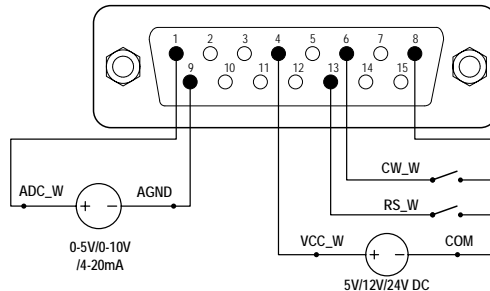
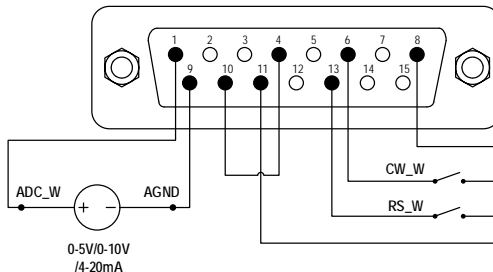

Abbildung 9. DB15-Verkabelung mit externer Stromquelle
Abbildung 10. DB15-Verkabelung mit interner 12V DC-Stromquelle
- 1) Schalten Sie die Pumpe aus. Verdrahten Sie den DB15-Stecker wie in Abbildung 9 oder Abbildung 10. Schließen Sie ihn an den DB15-Anschluss auf der Rückseite der Pumpe an.